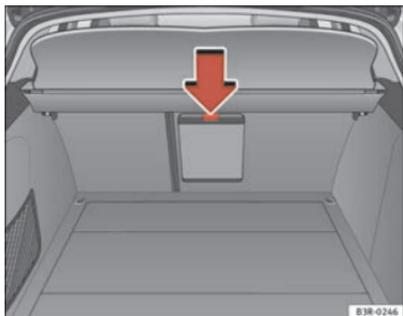

Abb. 128 Ausschnitt der Rücksitzbank von hinten: Deckel der Durchladeeinrichtung
- Die Entriegelungstaste für den Deckel des Durchladesacks ⇒ Abb. 128 -Pfeil- drücken und ihn nach unten schwenken.